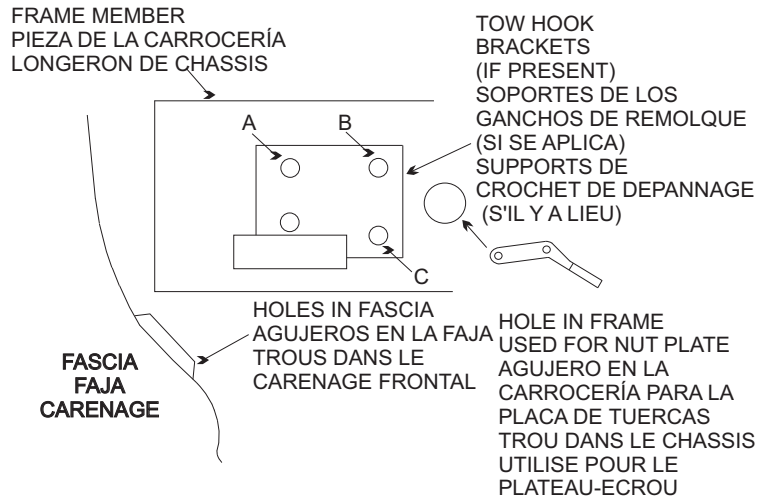

FIGURE 3 FIGURE 3 FIGURE 3
- STEP 6. Attach Safari Bar using 1/2" fasteners as shown. **SEE FIGURE 3 AND 4.**
- ETAPE 6. Fixer la barre pare-choc safari à l'aide des attaches 1/2 po tel qu'illustré. **VOIR FIGURES 3 ET 4.**